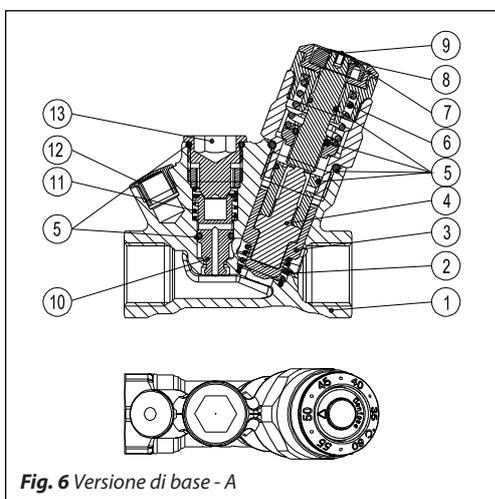

Fig. 6 Versione di base - A
La MTCV è una valvola proporzionale termostatica autoazionata. Un termoelemento (fig. 6, elem. 4) è situato nel cono della valvola (fig. 6 elem. 3) per rispondere ai cambiamenti di temperatura.
Una molla di sicurezza (fig. 6, elem. 6) protegge il termoelemento da possibili danni quando la temperatura dell'acqua supera il valore predefinito per la valvola.
Dopo aver rimosso il tappo dal foro per la disinfezione (fig. 6 elem. 13 - questa operazione è possibile anche con la valvola sotto pressione), è possibile montare il modulo di disinfezione (fig. 9, elem. 17).
- 1-13 Come descritto alla fig. 6
Dopo aver rimosso il tappo dal foro per la disinfezione (fig. 6 elem. 13) è possibile montare l'adattatore (fig. 12 elem. 21) e quindi il termoattuatore TWA.